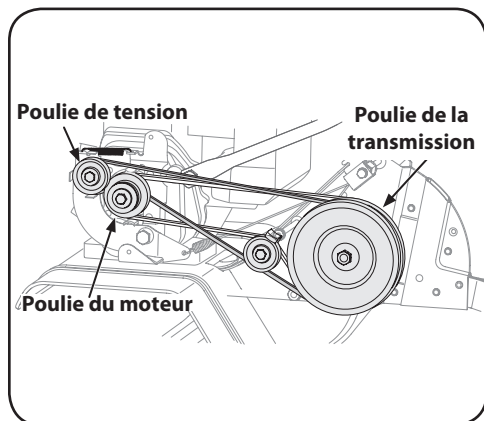

Figure 5-4
3. Enlevez la courroie de la poulie de la transmission en premier, puis de la poulie de tension. Voir Figure 5-4.
4. Pour installer la courroie neuve, suivez les instructions dans l'ordre inverse. Assurez-vous de placer le côté large de la courroie contre la poulie de la transmission et la poulie de tension. Le côté étroit doit être placé sur la poulie du moteur. Voir Figure 5-4.
NOTE : Lors du remontage, assurez-vous de faire passer la courroie sur la poulie de tension et à travers le garde-courroie près de la poulie du moteur. Voir Figure 5-4.